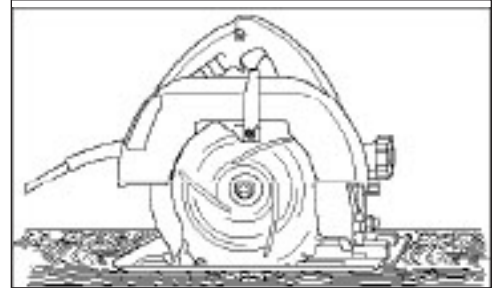
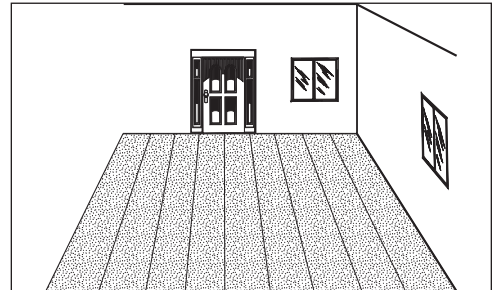

FIG. 10
FIG. 11
**Parquet collé en bois dur :** une lame de 25,4 cm (10 po) est recommandée pour un adhésif normal ; une lame de 15,25 cm (6 po) pour l'époxy. Pour l'élimination des planchers (planche solide, planche laminée, parquet laminé), le revêtement doit être entaillé à la largeur de la lame. Ce travail est réalisé à l'aide d'une scie circulaire, dont la profondeur est réglée à 99 % de l'épaisseur de la planche, ce qui permet d'éviter la surface du sous-plancher lorsqu'elle est en béton (Figure 10). Il est possible de tracer les lignes des entailles à la craie, dont la largeur correspond à celle de la lame (Figure 11). Un guide de défonçage fixé à la scie peut servir à éliminer les marques de craie. Pour un véritable parquet, l'entaillage est inutile. Il viendra en petits morceaux. Ouvrir une zone suffisamment large pour la machine, ou commencer au niveau d'une porte.